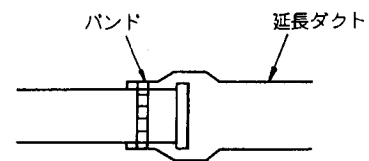

図3
(3)上記の要領でダクト径を変更することにより、ダクトを接続することも可能です。接続後は市販のバンドで固定してください。〔図3〕